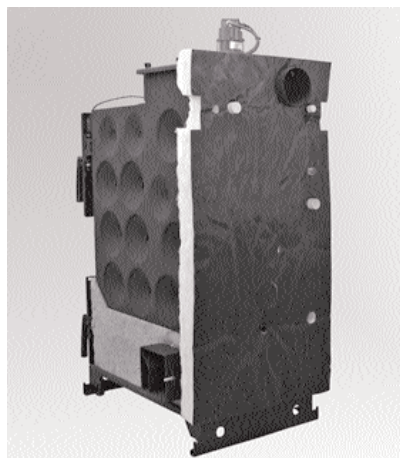

Fig. 16 - Applicare l'isolamento posteriore.
- Applicare l'isolamento posteriore sulla caldaia - Fig. 16.